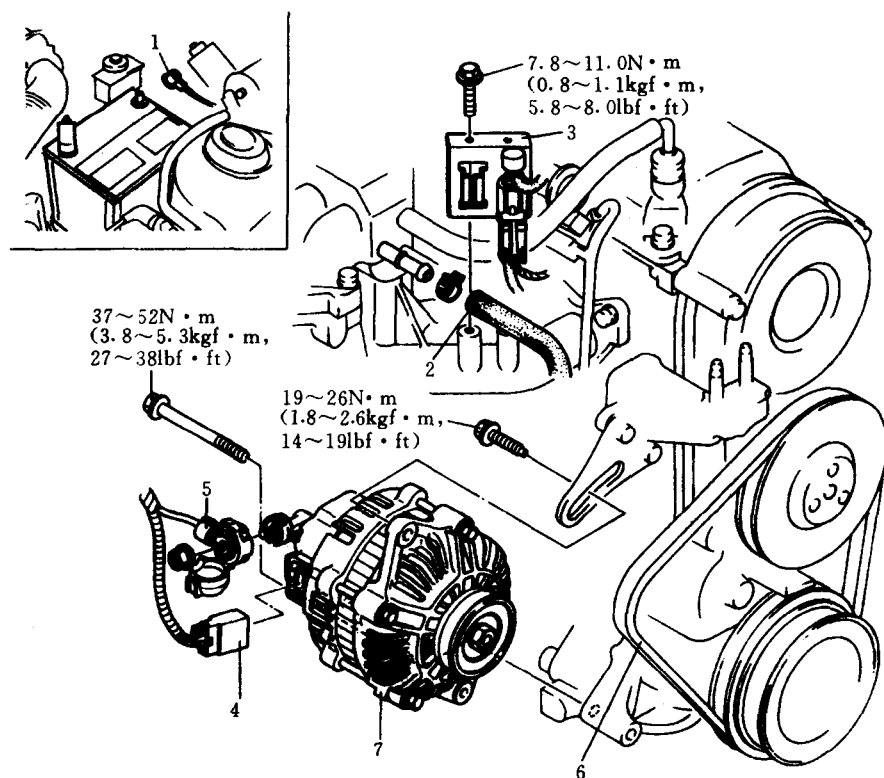

图 13 交流发电机的拆装——以 1993~1994 年产 323 车型、MX3 车型 1.6L (B6E) 和普鲁泰哥车型 1.8L (BPE, BPD) 发动机为例
1. 1993~1994 年产 323 和 MX3 车型 1.6L (B6E), 1993~1995 年产普鲁泰哥车型 1.8L (BPE, BPD), 1995 年产 MX3 车型 1.6L (B6-ZE), 1995~1997 年产普鲁泰哥车型 1.5L (Z5D) 和 1.8L (BPD) 发动机 (参见图 13)